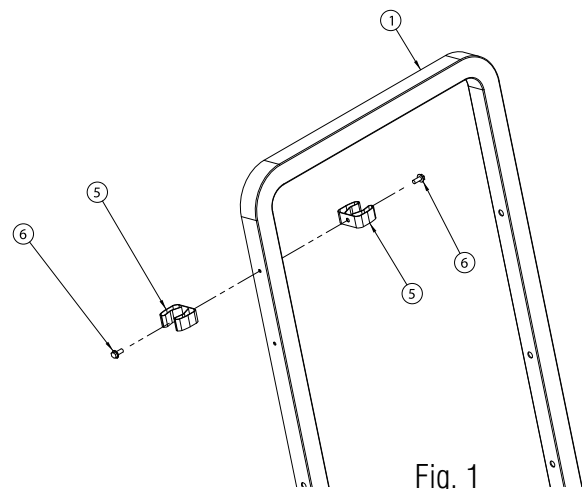

Fig. 1
1. Find handle (1) and locate .156 thru hole near the bend in the handle. As shown in fig. 1, attach two gripper clips (5) to handle (1) using two self-tapping screws (6).
1. Trouver la poignée (1) et déterminer l'emplacement du trou traversant de 0,156 près du coude de la poignée. Comme indiqué dans la fig. 1, attacher les deux (2) pinces à griffes à la poignée (1) en utilisant deux vis autotaraudeuses (3).